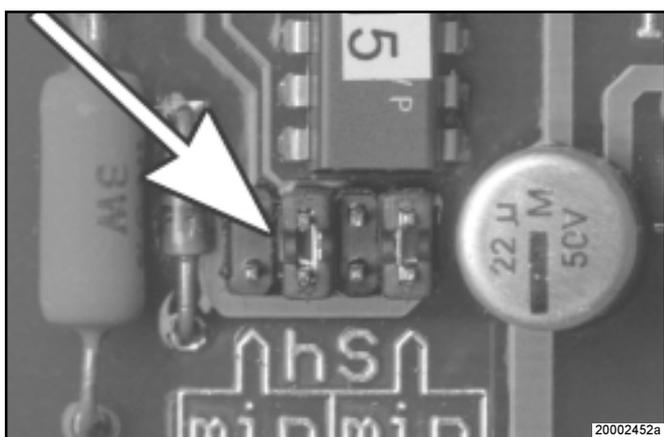

Fig. 9: Présélection de la plage de temporisation
Remarque : pour changer un cavalier de position (Fig. 9), il est nécessaire de retirer la plaquette de circuits imprimés.
- Les plages de temporisation peuvent être modifiées en fichant le cavalier de la plaquette de circuits imprimés sur une autre position (Fig. 9).